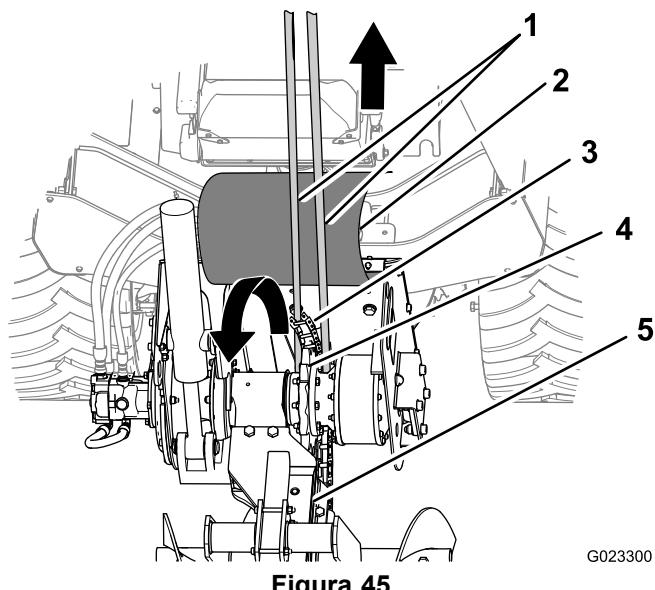

Figura 45
1. Pase los extremos de la eslinga por delante del buje del piñón, en cada lado del piñón de arrastre, y hacia arriba por delante del deflector de tierra (**Figura 45**).
2. Conecte los extremos de la eslinga al equipo de izado, y eleve el extremo de la cadena hasta que los pasadores de arrastre se engranen con el piñón de arrastre (Figura 45).